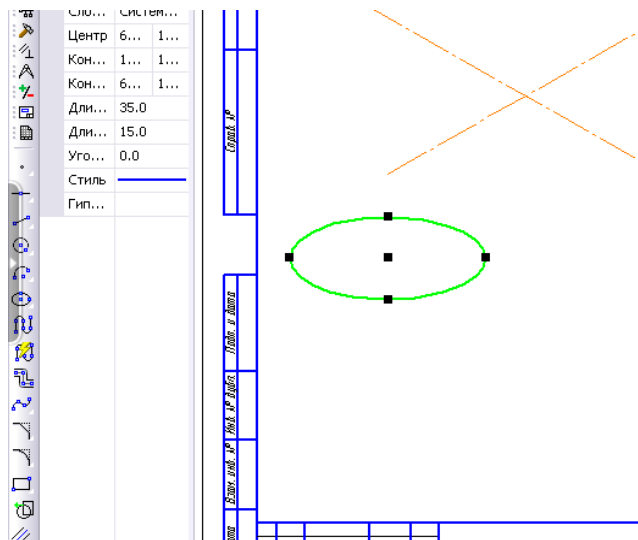

рис.21
10. Выделить эллипс(Квадратным указателем, нажав один раз левой кнопкой мыши, выделите эллипс, полученный нами ранее. Обратите внимание, что на изображение эллипса автоматически выделились крайние точки горизонтальной и вертикальной линии симметрии (рисунок21)